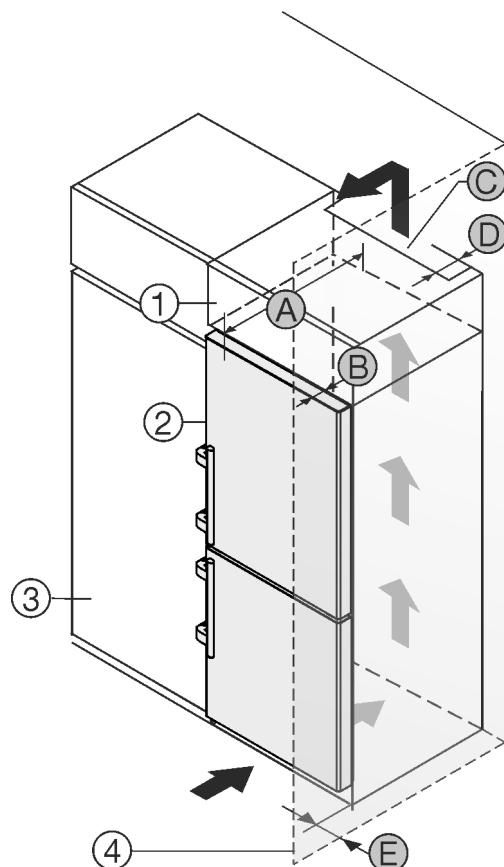

Fig. 2
将冰箱直接放置在餐具柜 Fig. 2 (3) 旁边。*
在附加柜背面必须有一个竖风道，其深度 Fig. 2 (D) 应超过整个附加柜宽度。*
盖板下必须保有通风横截面 Fig. 2 (C)。*
如果将带铰链的冰箱放置在墙壁 Fig. 2 (4) 边，冰箱和墙壁至少相距 57 mm。这取决于冰箱门打开时把手与墙壁的距离。*
为了能完全打开冰箱门，冰箱必须凸出餐具柜正面一定门深度 Fig. 2 (B)。根据餐具柜 Fig. 2 (3) 的深度，使用壁距调整垫片可以使冰箱更为凸出。*